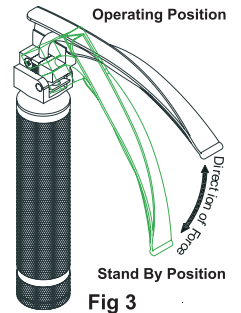

Fig 3
2. Fare forza verso l'alto per portare la lama in posizione operativa come illustrato in Fig. 3.
3. Per portare la lama in posizione di stand by fare forza verso il basso come illustrato in Fig. 3